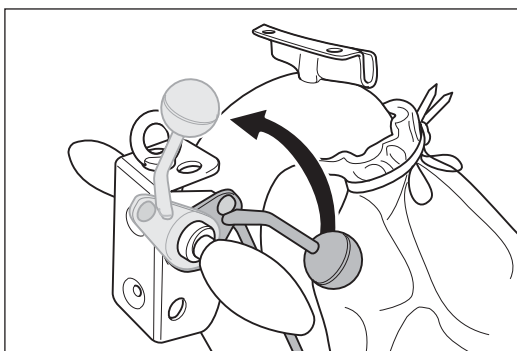

Abb. 36 Den Ablasshebel am Handgriff bis zum Anschlag nach oben ziehen. Dadurch wird die Schleifwalze vom Boden abgehoben.
- **Vor dem Einschalten der Maschine immer die Schleifwalze vom Boden abheben (Abb. 36)!**
- 1 Ziehen Sie den Ablasshebel am Handgriff bis zum Anschlag nach oben (Abb. 36). Dadurch wird die Schleifwalze vom Boden abgehoben.
- Vor dem Einschalten der Maschine immer die Schleifwalze vom Boden abheben (Abb. 36)!